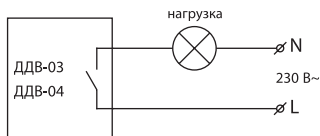

Рисунок 8. Схема подключения датчика движения ДДВ-03, ДДВ-04
5.7. Датчики ДДВ-03 и ДДВ-04 подключаются последовательно с нагрузкой в разрыв фазного провода (рисунок 8). Для